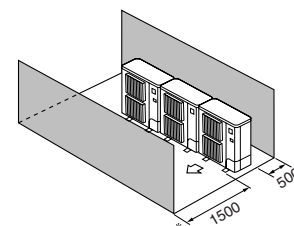

Fig. 2-11
- ④ Alleen obstakels aan de voor- en achterzijde (Fig. 2-11)